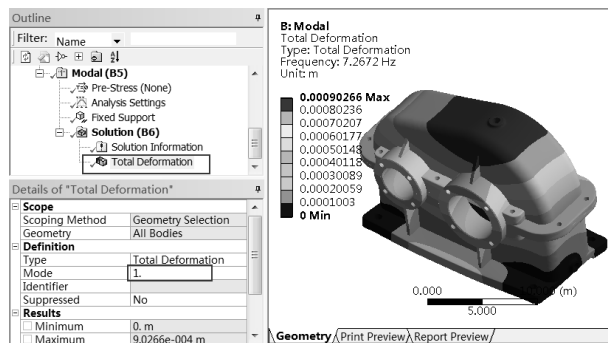

图 7-42 计算位移
Step3：计算完成后，选择 Total Deformation 选项，如图 7-42 所示，此时在图形操作区显示位移响应云图，在下面的 Details of “Total Deformation” 面板的 Mode 栏输入 1，表示的是第一阶模态的位移响应。